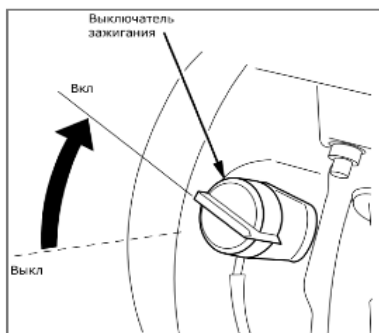

Рис. 23
• Выключатель зажигания установите в положение ON (Включено) (рис. 23).